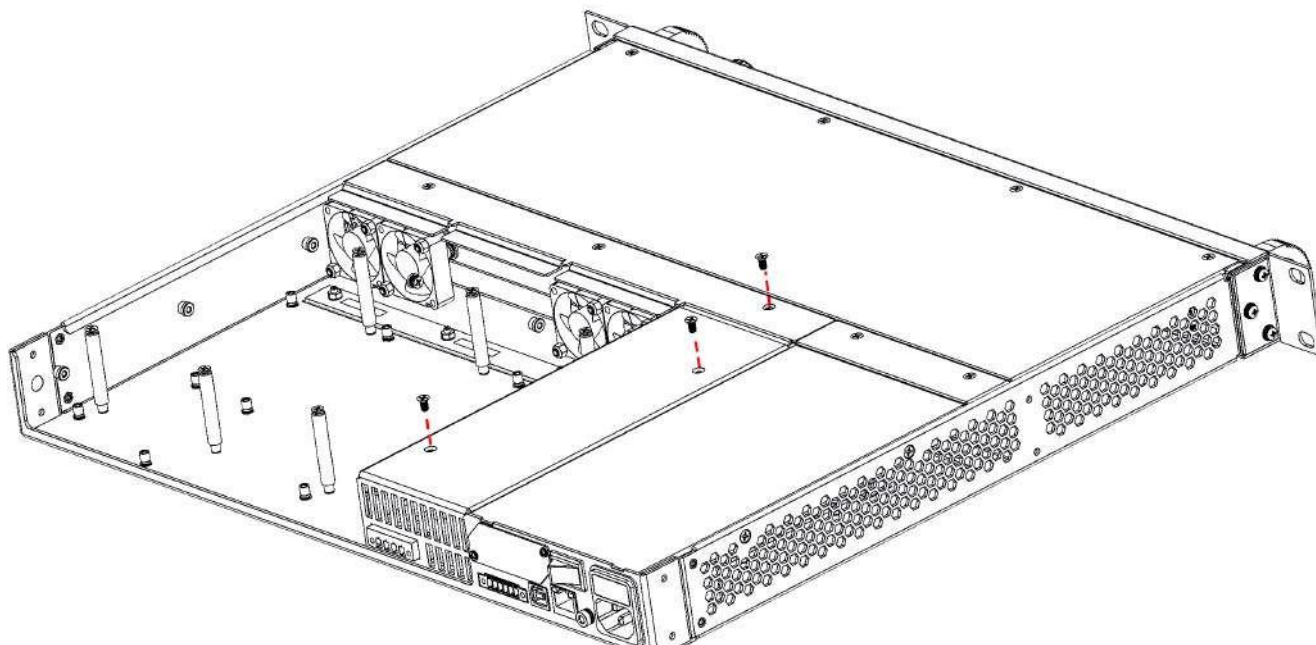

Figure 4.2 Serrer les vis
- Chaque module est sécurisé par trois vis. Voir la figure 4.2.